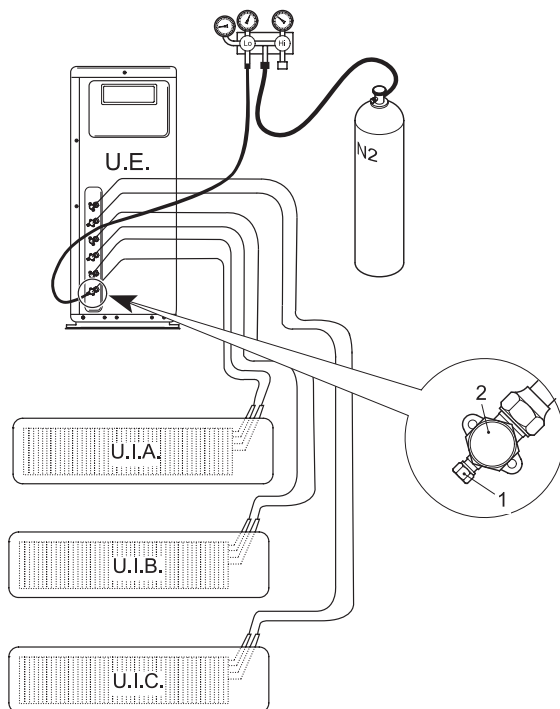

Fig. 23 -
- Met de service-afsluiters van de buitenunit volledig gesloten, de dop van de service-aansluiting (part 1 - "Fig. 23 -") en de koppelmof (part 2 - "Fig. 23 -") van de gasklep (de grootste) verwijderen.